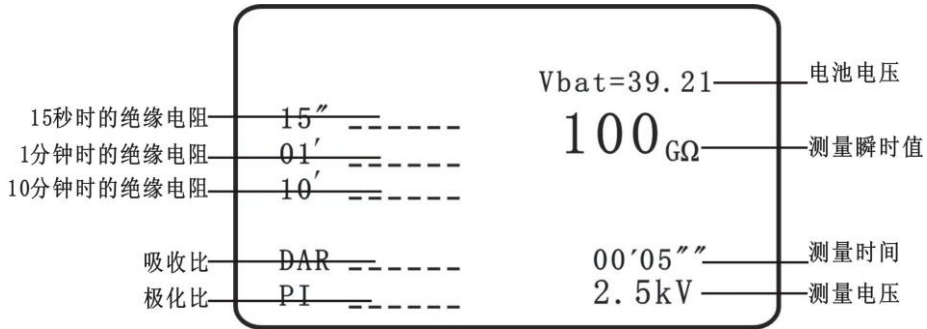

图 8 测量结果
(2) 如果想开始加压测量试验，在图 4 开机画面中，选中 **测量** 图标，按【**确定**】键并保持 1 秒以上，进入测量画面，显示测量画面，最后形成图 8 测量